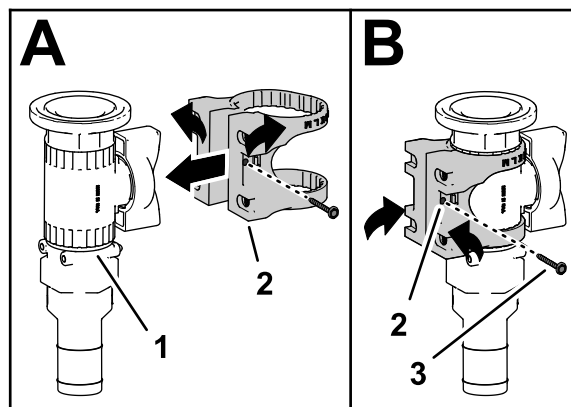

图 40
3. 如 图 40 中的 A 所示将阀安装座装到凸缘控制阀上。
4. 用凸缘头螺丝 6 号将阀安装座固定至控制阀然后用手拧紧螺丝 图 40 中的 B。